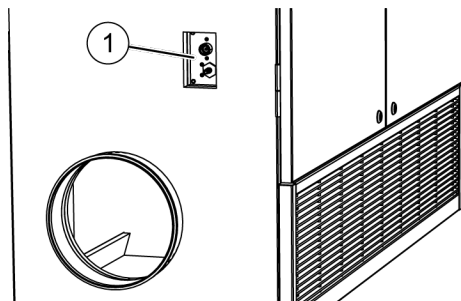

Abb. 111: Wasseranschlüsse
1. ➔ Wasseranschlüsse (Abb. 111/1) und Leitungen auf Dichtheit prüfen.